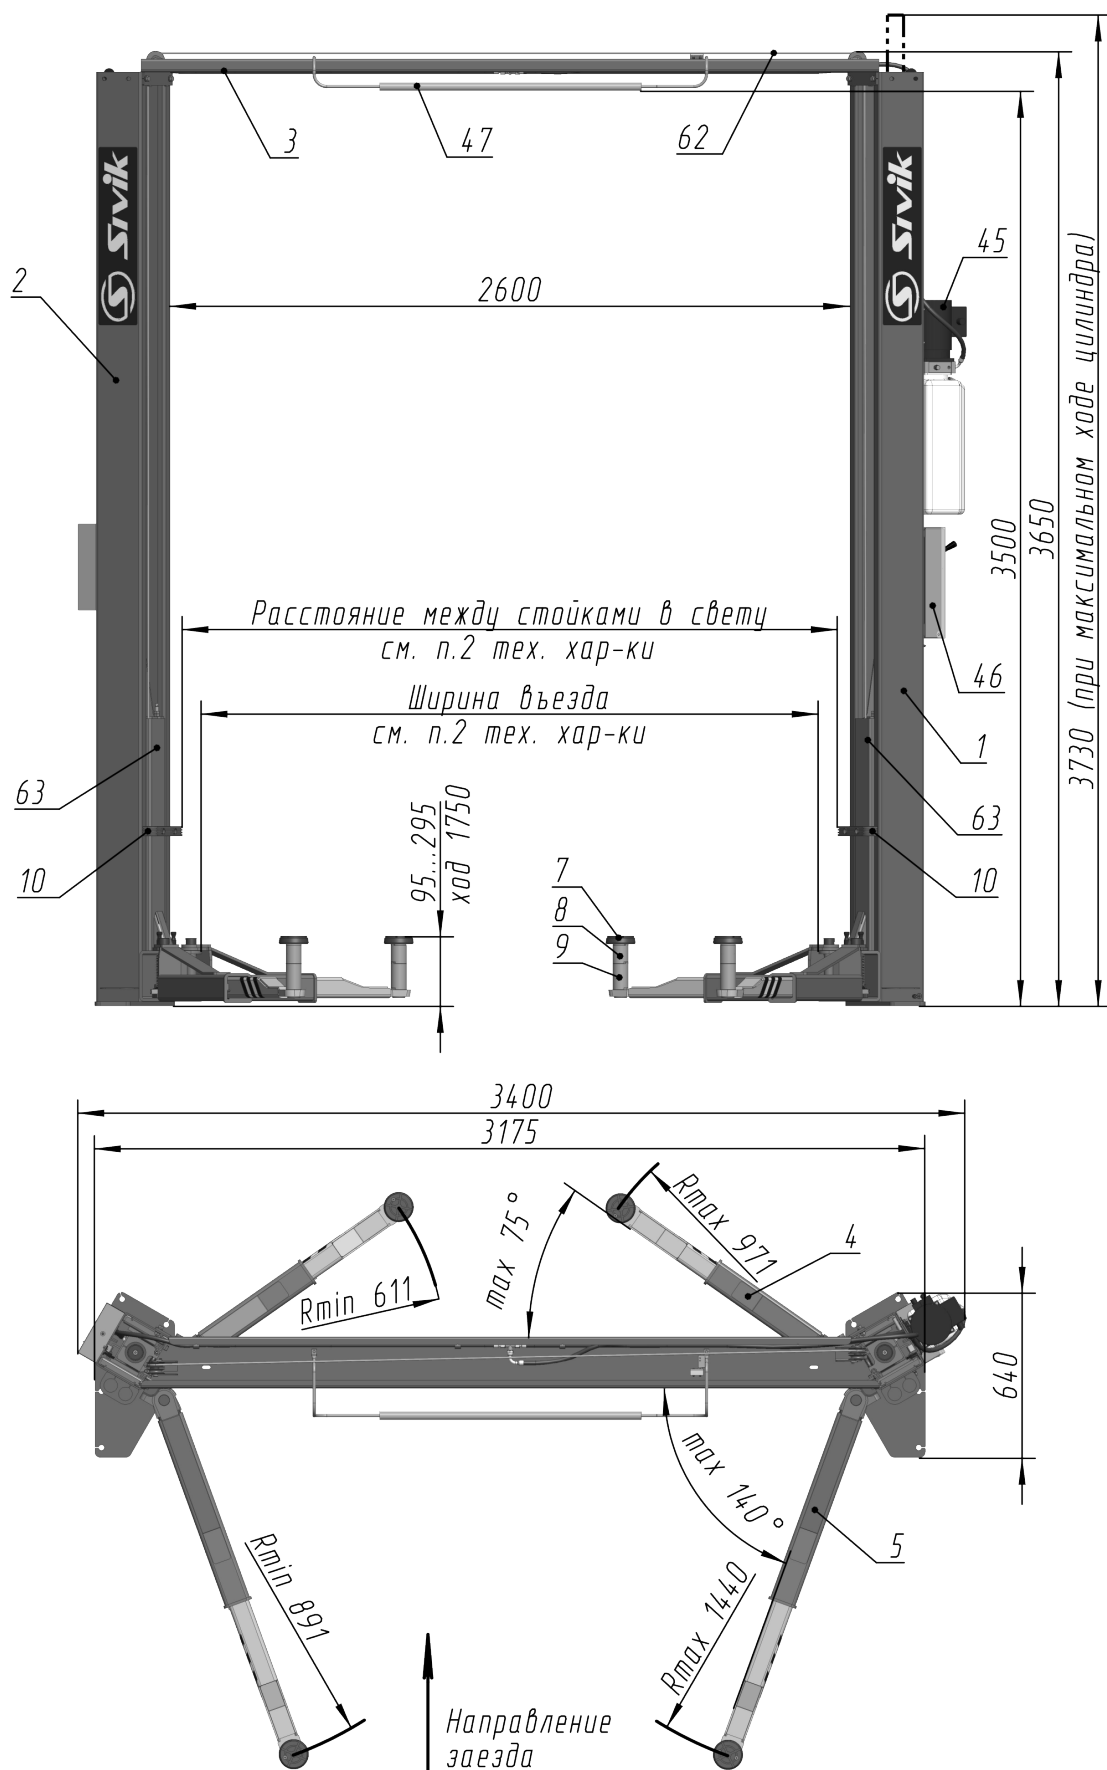
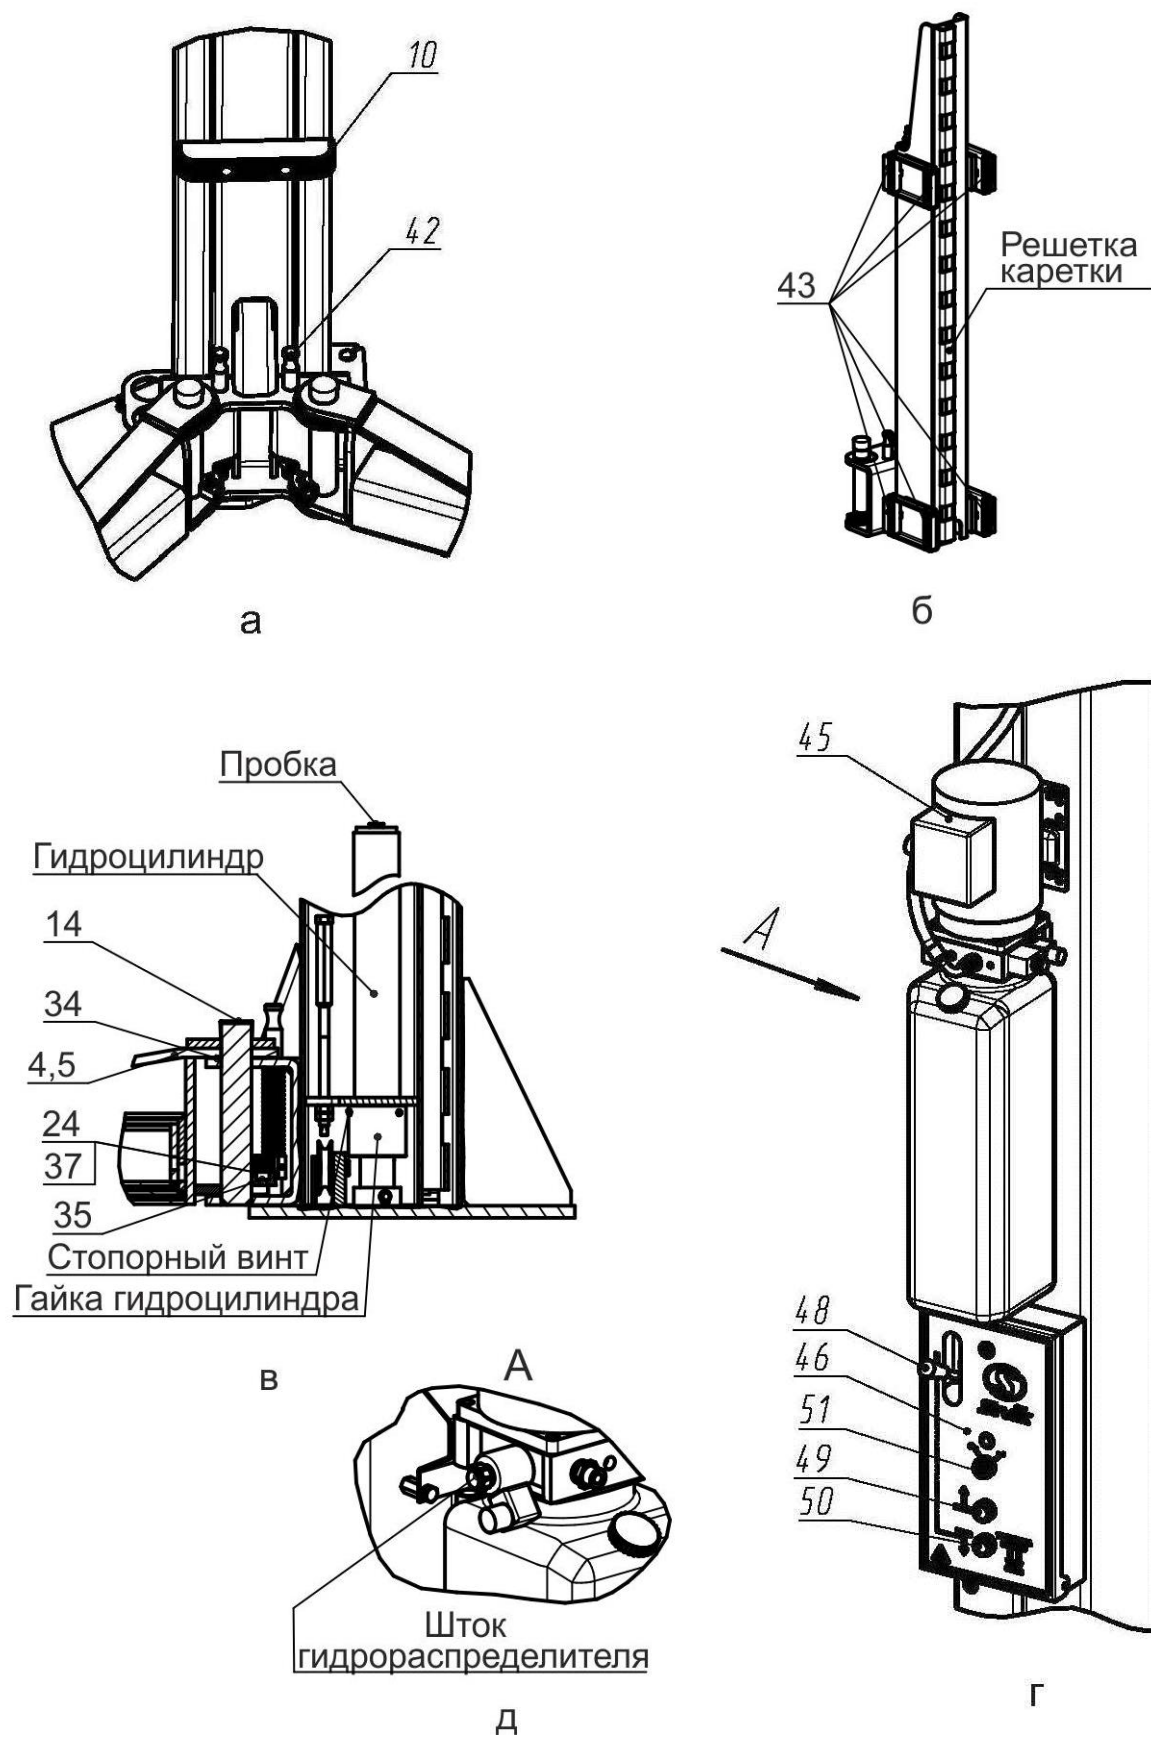

Рисунок 3.1 - Общий вид подъемника
Рисунок 4.1 – Виды подъемника
Подъемник (рисунок 3.1) состоит из двух стоек коробчатого сечения - правой 1 и левой 2, соединенных между собой перекладиной 3. В стойках размещены каретки 63 с закрепленными на них поворотными телескопическими подхватами 4 и 5 разной длины. На концах подхватов 4, 5 установлены опоры 7, подставки опоры 8, 9. Подхваты фиксируются стопорными устройствами 42 (рисунок 4.1 а), автоматически срабатывающими при подъеме автомобиля. При опускании кареток 63 в крайнее нижнее положение происходит автоматическое расстопорение подхватов 4 и 5. Каретки 63 приводятся в движение гидравлическими цилиндрами, установленными внутри стоек. Подъемник снабжен системой 62 тросовой синхронизации движения кареток 63.
Каждая каретка 63 (рисунок 4.1 б) снабжена полиамидными ползунами 43, скользящими по беговым дорожкам стоек 1 и 2. Каретки фиксируются на требуемой высоте стопорами-защелками 44 (рисунок 3.1), закрепленными на стойках 1,2 и входящими в зацепление с решетками на каретках 63.
На правой стойке (рисунок 4.1 г) размещена насосная станция 45 с пультом управления 46. Внутри насосной станции 45 находится клапан предохранительный, предотвращающий перегрузку в гидросистеме. Клапан предохранительный настроен на заданное давление и опломбирован.
- касании автомобилем ограничительной дуги 47 перекладины 3 (рисунок 3.1);
Для предотвращения повреждения дверей автомобиля (при открывании) на каретки 63 установлены накладки 10, фиксируемые винтами М8х30, шайбами 8Г и шайбами 8 (рисунок 3.1 и рисунок 4.1 а).
Управление подъемником осуществляется рычагом 48 (рисунок 4.1 г) и двумя кнопками 49 и 50, установленными в пульте управления 46. Рычагом 48 осуществляется расстопорения кареток 63, а кнопками 49 и 50, подъем (кнопка 49) и опускание (кнопка 50) кареток 63.
ВНИМАНИЕ! Перед сборкой проверить затяжку гаек гидроцилиндров и стопорных винтов (рисунок 4.1в).
Для того чтобы проверить срабатывание упругой тяги 55, необходимо одному человеку прижать рукой защелку 44 к стойке 2, а другому повернуть рычаг 48 (рисунок 4.1 г) на себя. Упругая тяга 55 должна вытянуться на полный ход штока 30.
При повороте рычага 48 (рисунок 4.1 г) защелки на левой и правой стойки должны срабатывать одновременно. При отпуске рычага 48, защелки на левой и правой стойке должны вернуться в исходное положение. Регулировка проводится выборкой слабины тросика 52 и обжатием петли от вытягивания зажимом 13.
6.9 Открутить пробку бака насосной станции 45 и залить масло (около 12 л) до верхней метки «МАХ» (рисунок 4.1г). Уровень масла контролировать визуально. Установить пробку бака на место.
- кратковременным нажатием на кнопку 49 (двигатель должен работать, вращение крыльчатки по стрелке на кожухе эл. двигателя, а из бака должно убывать масло, рисунок 4.1г).
- отвернуть пробки у каждого гидроцилиндра на один оборот (рисунок 4.1в)